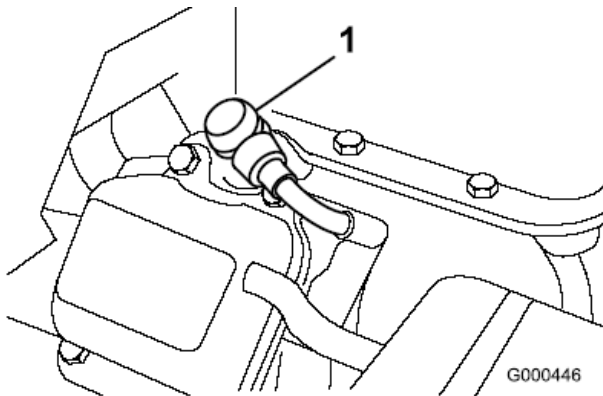

Figura 17
1. Desconecte el cable moldeado de la bujía (Figura 17).